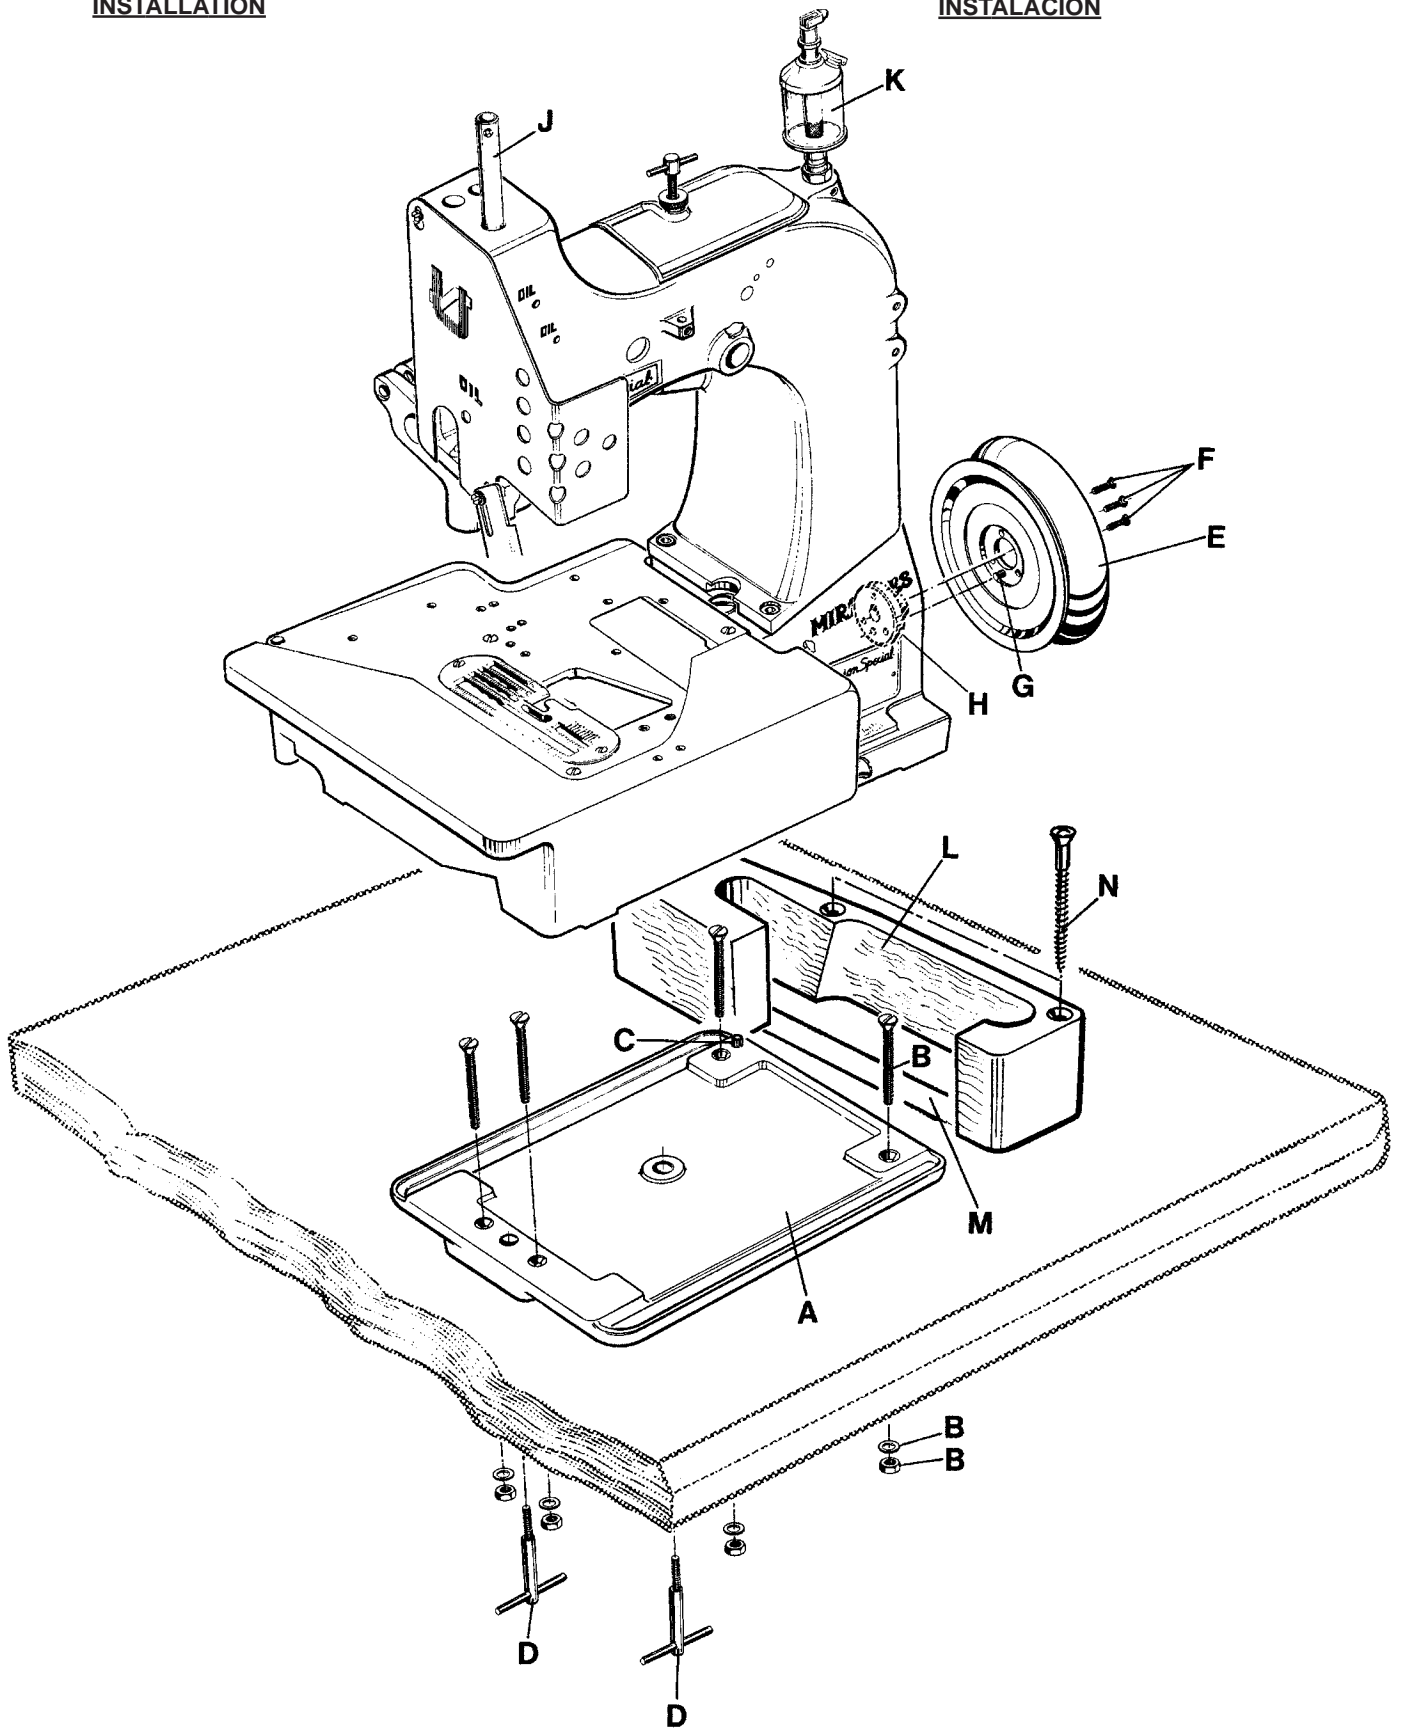

Fig. 1
2. Mount the base plate (A, Fig. 1) with four screws, nuts and washers (B) in the provided holes on the table board.
3. Place the sewing machine on the base plate so that the roll pin (C) in the base plate engages with the right rear hole in the machine base.
4. Fasten the sewing machine with the two T-screws (D) on the base plate.
6. Assemble the handwheel pulley (E) with three countersunk screws (F) to the sewing machine. Pin (G) must engage with the hole in hub (H).
7. Screw in needle bar guard (J).
8. Screw in sight feed oiler (K).
9. Align the handwheel belt guard (L) with the V-belt slot (M) in the table board and with the handwheel pulley and fasten it with two wood screws (N) on the table board.
2. Monte la placa de base (A, Fig. 1) con los 4 tornillos, tuercas y arandelas (B) en los huecos previstos en la tabla de la mesa.
3. Coloque la maquina sobre la base, de manera que el pasador de regulación (C) en la placa base, encaje en el hueco derecho trasero de la base de la máquina.
4. Asegure la máquina de coser con los 2 tornillos T (D) en la placa de base.
6. Monte el volante (E) con los 3 tornillos remache (F) a la máquina de coser. El pasador (G) debe encajar en el hueco de la parte central del volante (H).
7. Atornille el protector de la barra de aguja (J).
8. Asegure la aceitera (K).
9. Alinie el guarda correa del volante (L) con la perforación para la correa en la mesa (M) y con la rueda del volante y sujetelo con los 2 tornillos para madera (N) a la mesa.